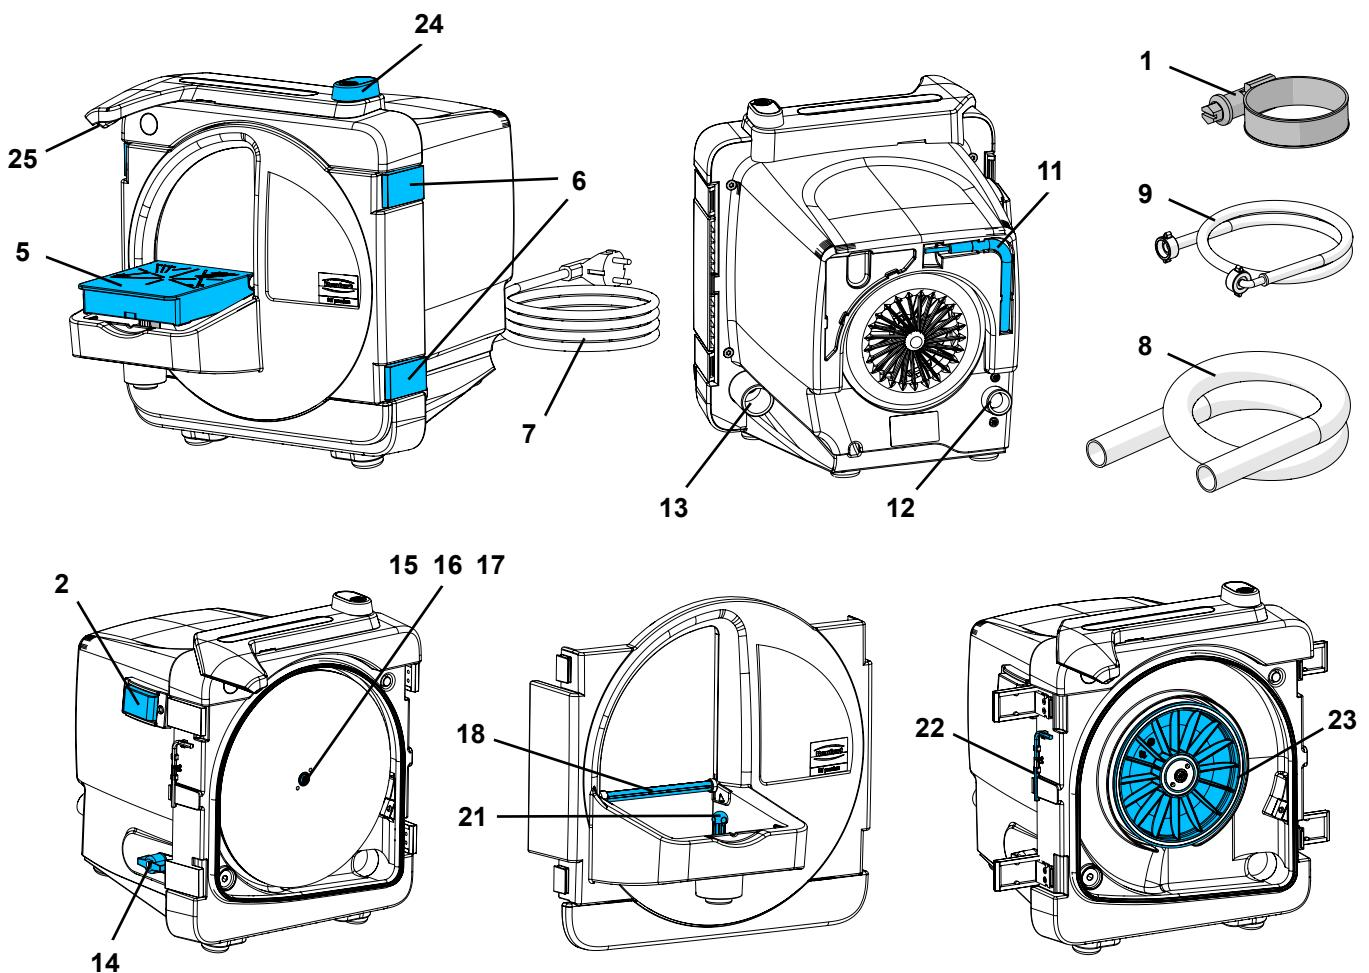

Fig. 1
Für Hinweise auf Bedienelemente siehe Fig. 1 auf Seite 2 dieses Dokuments.
Trimmertür nicht richtig verschlossen.	Türverschlüsse (6, <a href="#">Abb. 1</a> , 8) schließen.
Befestigungsschraube (16, <a href="#">Abb. 1</a> , 8) nicht fest genug angezogen.	Befestigungsschraube (16, <a href="#">Abb. 1</a> , 8) fest anziehen.
For information on operating elements, see Fig. 1 on page 2 of this document.
The trimmer door is not properly closed.	Close the door locks (6, <a href="#">Fig. 1</a> , 8).
Fastening screw (16, <a href="#">Fig. 1</a> , 8) not sufficiently tightened.	Securely tighten the fastening screw (16, <a href="#">Fig. 1</a> , 8).
Pour les renseignements sur les éléments de commande, voir Fig. 1 à la page 2 de ce document.
La porte de l'appareil n'est pas correctement fermée.	Fermer les fermetures de la porte (6, <a href="#">fig. 1</a> , 8).
La vis de fixation (16, <a href="#">fig. 1</a> , 8) n'est pas assez serrée.	Serrer fermement la vis de fixation (16, <a href="#">fig. 1</a> , 8).
*Per informazioni sugli elementi di comando, vedere Fig. 1 a pagina 2 del presente documento.*
Lo sportello della squadramodelli non è chiuso correttamente.	Chiudere le chiusure dello sportello (6, <a href="#">Fig. 1</a> , 8).
La vite di bloccaggio (16, <a href="#">Fig. 1</a> , 8) non è serrata a sufficienza.	Stringere la vite di fissaggio (16, <a href="#">Fig. 1</a> , 8).